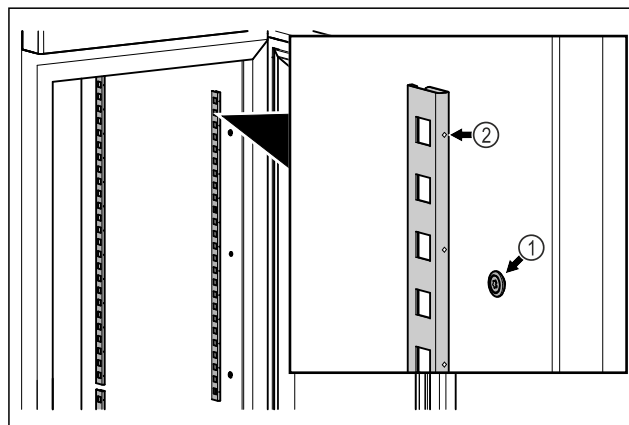

Fig. 48 Primjer izgleda
- Zakvačite letvice u ovjes Fig. 48 (1). Oznaka Fig. 48 (2) mora biti okrenuta prema naprijed.